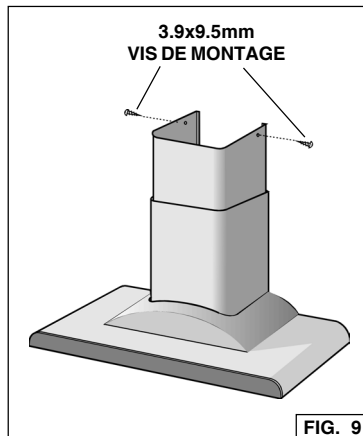

FIG. 9
1. Faire glisser le conduit supérieur à l'intérieur du conduit inférieur Fig. 9
2. Mettre en position le conduit et l'encaster dans la hotte. S'assurer qu'il est installé convenablement. Fig. 9
3. Soulever le conduit supérieur jusqu'à ce que les trous soient dans l'alignement des griffes de montage (situées au plafond). Fig. 9
4. Fixer le conduit par les vis (2) de montage (3.9x9.5mm) Fig. 9